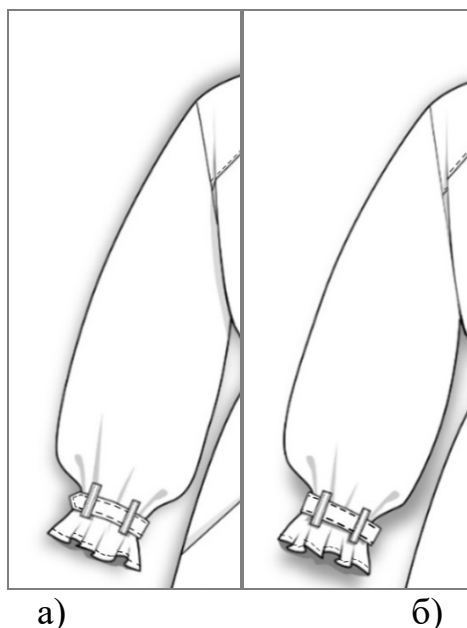

Рисунок 4 – Фрагмент технического рисунка комбинезона «Рукав»:
1. Выполнить чертеж необходимых лекал фрагмента «Рукав» (рис. 4) заданной модели женского комбинезона в натуральную величину в графическом редакторе NanoCad. А именно: рукав, хлястик (паты), шлевки.
### Третий этап. Изготовление (пошив) образца фрагмента заданной модели (рис. 4) *Общие рекомендации*